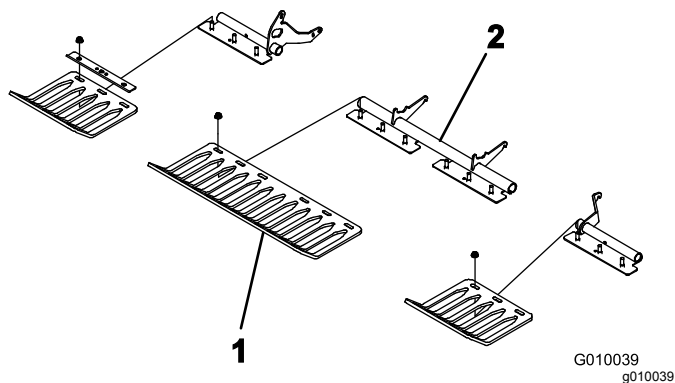

Figura 24
- Instale provisionalmente los protectores de césped en los soportes de los protectores de césped con 4 abrazaderas y 12 tuercas con arandela prensada (Figura 24). No apriete los herrajes.
Nota: Las abrazaderas de los protectores de césped y las tuercas con arandela prensada se envían sujetos a los soportes de los protectores de césped (Figura 24).